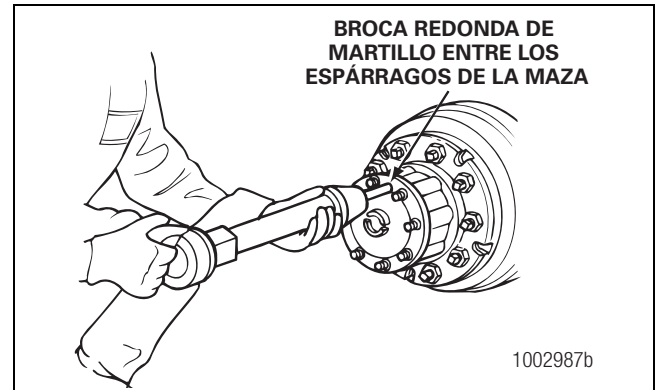

Figura 3.3
2. Coloque la broca redonda de martillo contra el semieje o brida, entre los espárragos de la maza. Haga funcionar el martillo neumático en lugares alternos entre los espárragos para aflojar las clavijas cónicas y el semieje de la maza. Figura 3.3.